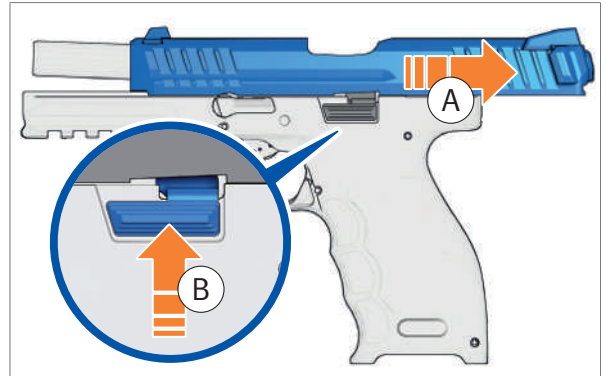

Abb. 22: Verschluss arretieren
1. Verschluss vollständig nach hinten ziehen und halten (Abb. 22).
2. Verschlussfanghebel nach oben drücken und Verschluss arretieren (Abb. 22).